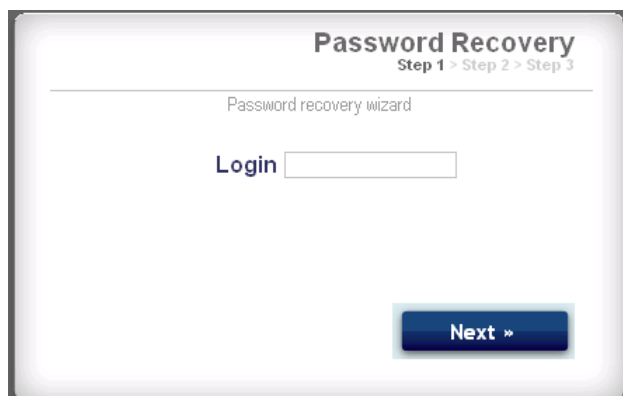

図 44. パスワード再生成ステップ 1
2. を参照のこと。図 44 システムが、あなたのログイン名を示すように促します。ステップ 5 (23 ページ) において入力した名前を打ち込み、それから [次へ] をクリックします。